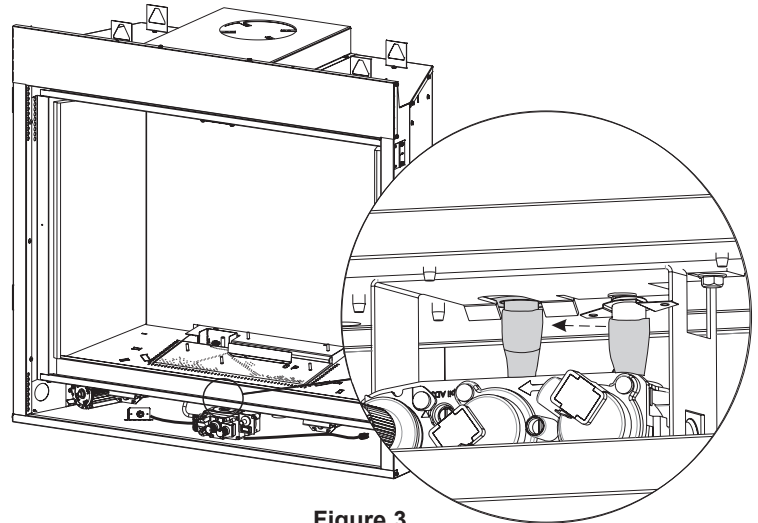

Figure 3
- Installer le thermostique en l'enclenchant dans le support prévu à cet effet sous l'ensemble de soupape de brûleur. Voir **Figure 3**.